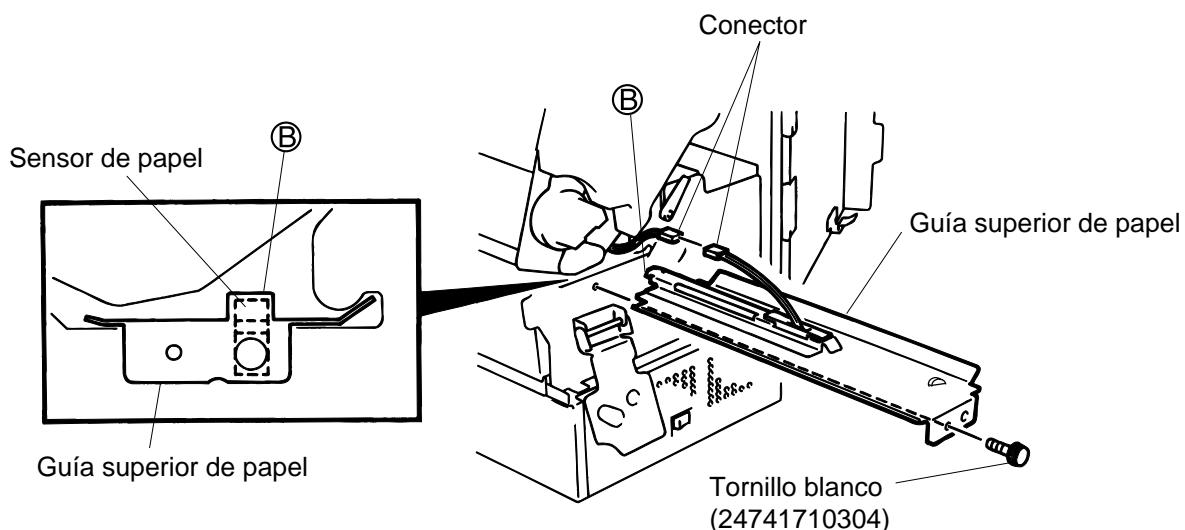

Fig. 12-5
4. Quite el tornillo blanco, desconecte el conector de la guía superior de papel y retire ésta. (Ver Fig. 12-5)